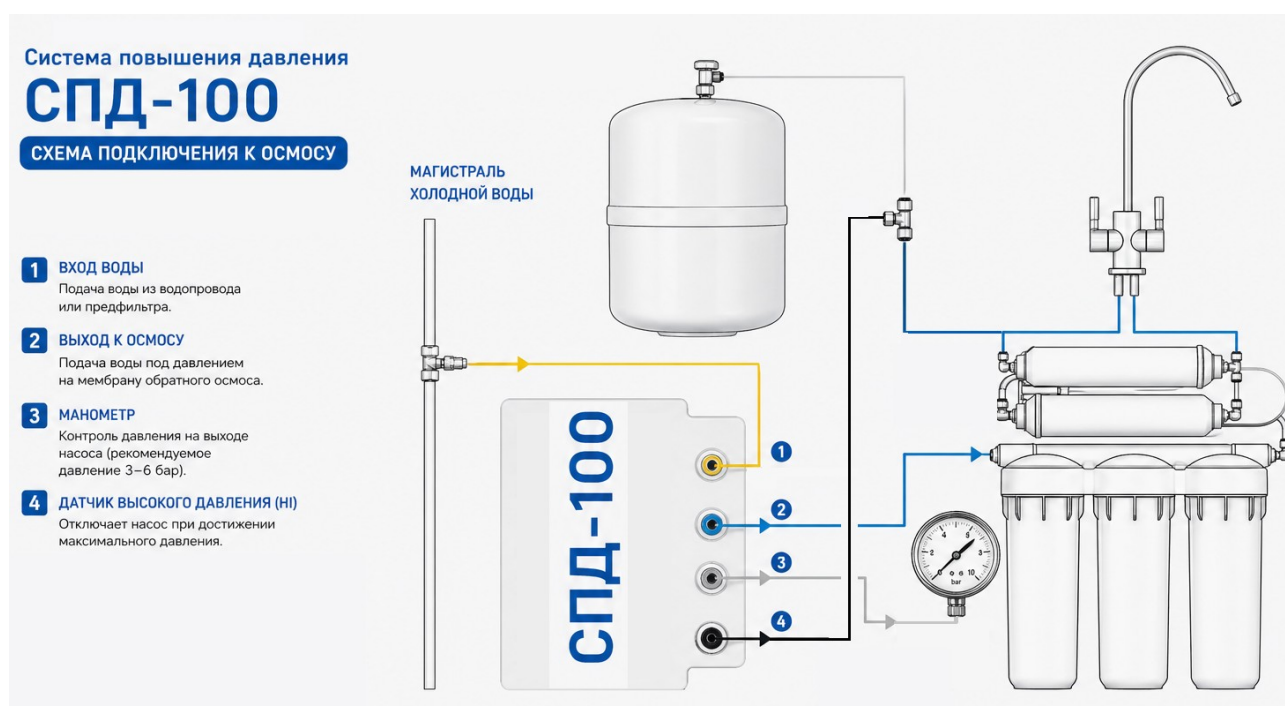

Рис. 2 Схема подключения СПД-100
- Порт № 4 (датчик высокого давления (НД)) соединяется трубкой с тройником установленным на линии чистой воды (см. Рис. 2).